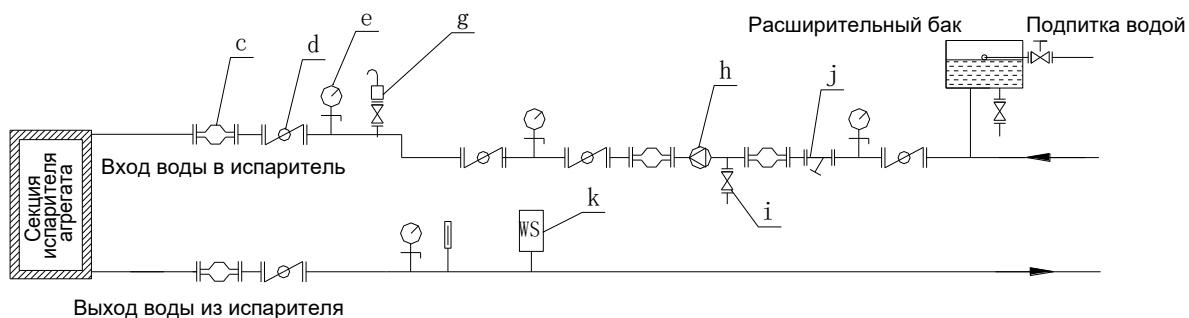

Рис. 4.2. Схема трубопроводов контура охлаждаемой воды
12. Рекомендуемая схема контура хладагента приведена на рис. 4.2.